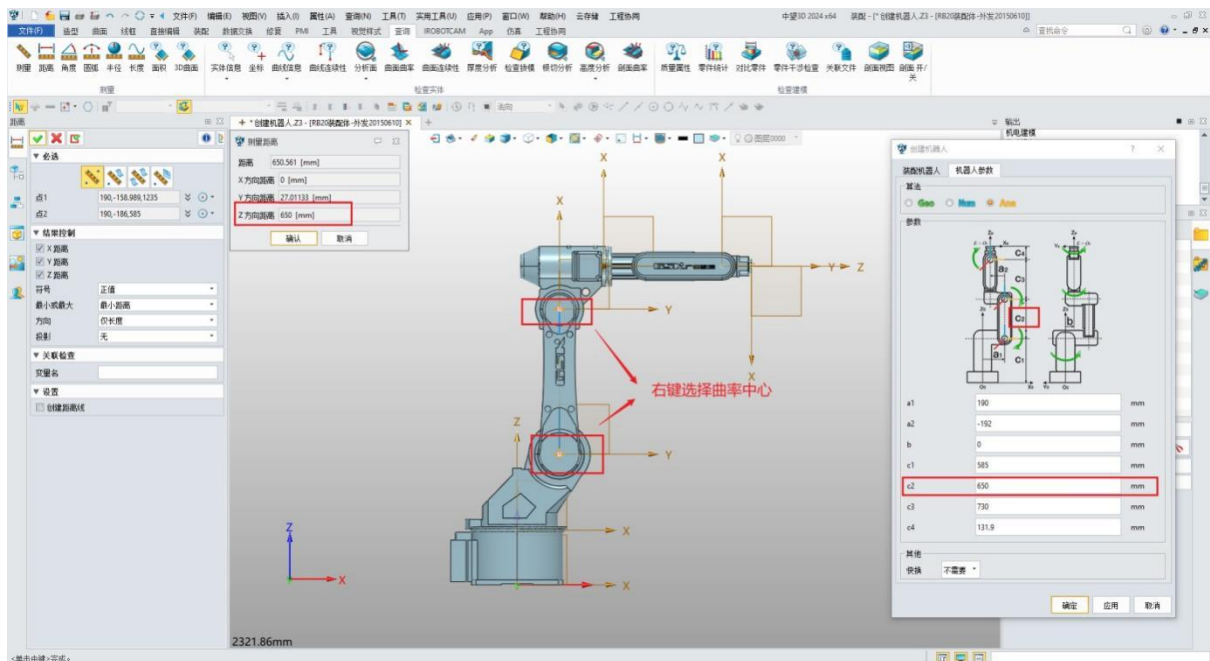

图 8-17: 机器人参数测量
- 为每个机器人关节创建六个铰链副，并为每个关节指定以下参数（图 8-17）